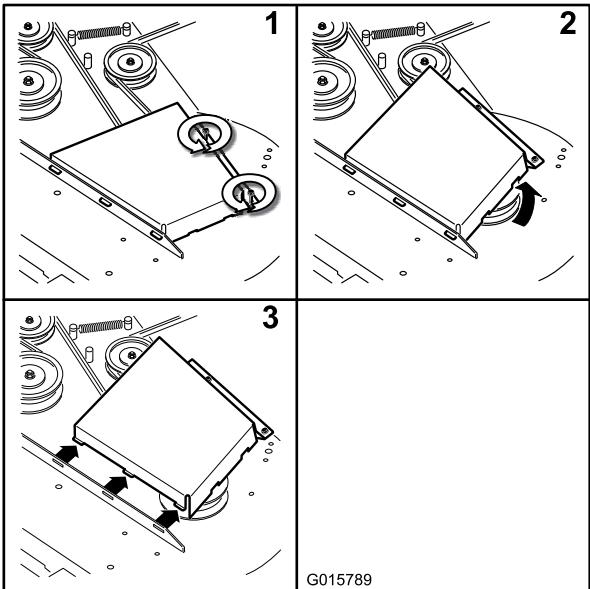

Figura 66
- Retire las cubiertas de la correa (Figura 66).